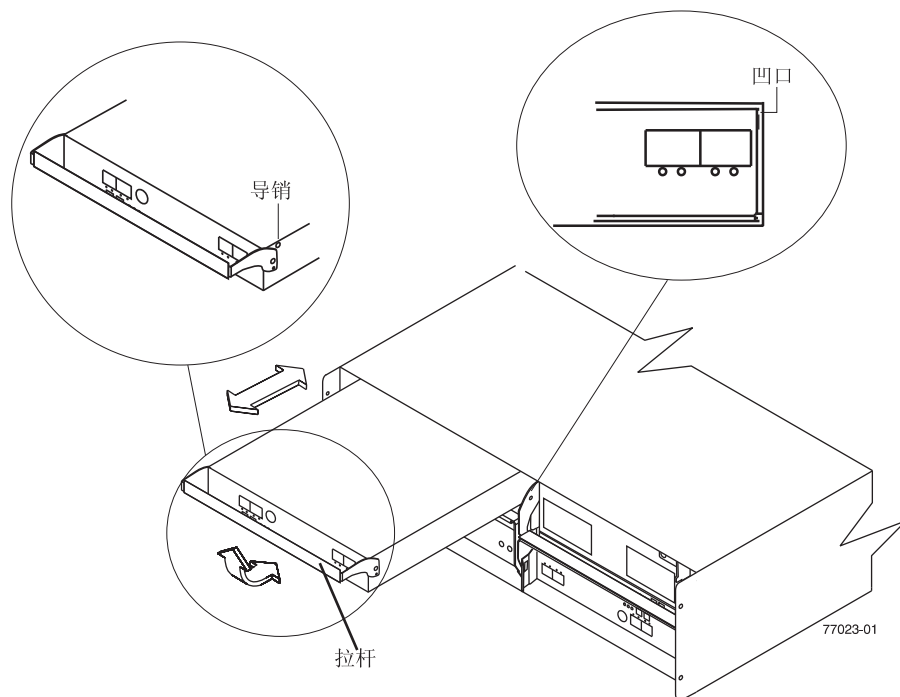

图 37. 卸下并更换环境服务模块 (ESM)
8. 挤压滑锁的同时，将拉杆拉开到 90°（使拉杆呈水平状态）。如第 79 页的图 37 中所示，将拉杆从机箱拉出以从 EXP520 中面板卸下 ESM。
- b. 如第 79 页的图 37 中所示，慢慢地将拉杆从 EXP520 机箱拉出，以从 ESM 托架中卸下 ESM。（从机箱卸下 ESM 并将其放置到防静电释放 (ESD) 的平面上。）